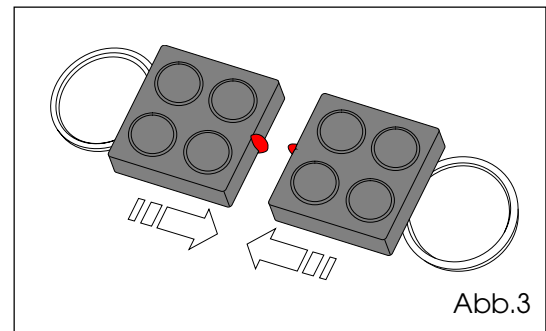

Abb.3
- Den Sende-Master frontal an das zu kodierende Sendegerät (Master oder Slave) heran schieben, bis diese sich berühren (wie in Abb. 3 gezeigt).